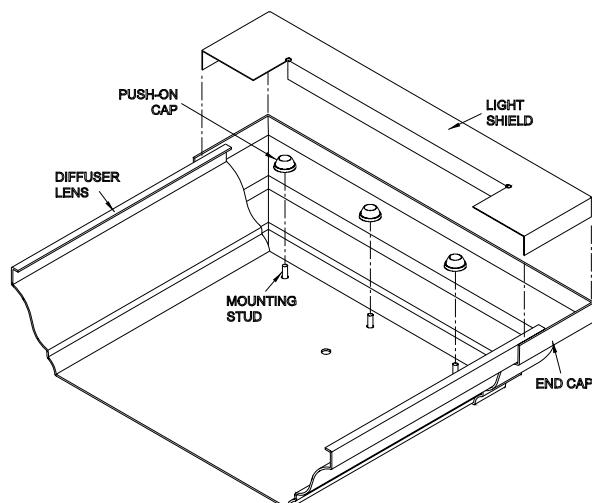

Fig. 11
**11. On a flat, sturdy surface**, insert the studs protruding from inside each endcap into the holes near the ends of the diffuser. Press push-on caps over the studs to secure the diffuser to the endcap. **See Figure 11.**
**12. Fold the edges of the (2) light shields** along the scored lines and install them in each endcap. **See Figure 11.**
**11. Sur une surface plate et stable,** insérer les goujons sortant de l'intérieur des embouts dans les trous près des extrémités du diffuseur. Pousser les (4) capuchons sur les goujons afin de fixer le diffuseur aux embouts. **Voir la figure 11.**
**12. Replier les côtés des (2) pare-lumières** le long du pointillé et insérer un pare-lumière dans chaque embout. **Voir la figure 11.**